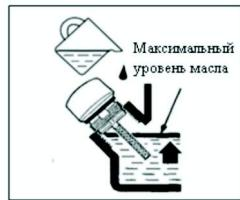

Рис.19
4. Установите генератор на горизонтальной поверхности и залейте новое моторное масло рекомендованного типа (SAE 10W-30) до нижней кромки маслозаливной горловины (рис. 19).